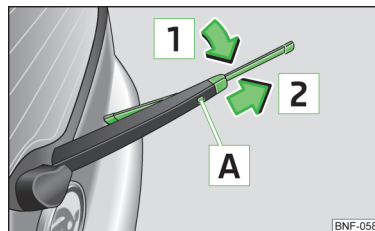

Fig. 123
- Løft viskerarmen væk fra bagruden, og vip viskerbladet lidt i retning mod viskerarmen, pil **1** » Fig. 123.